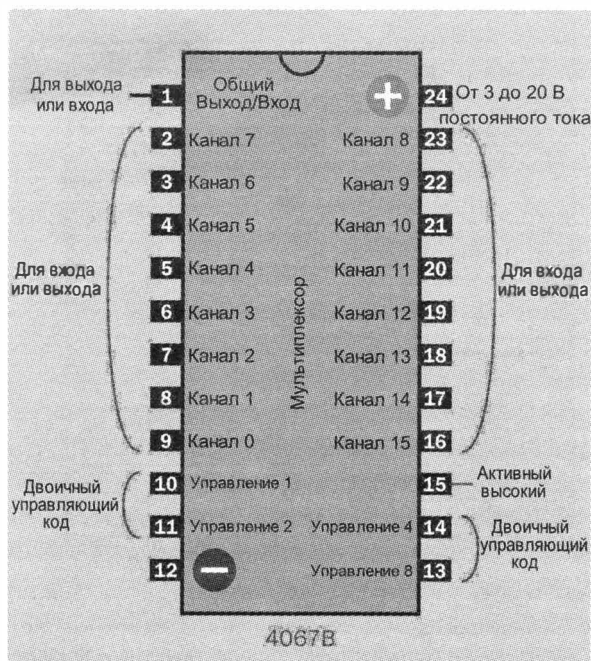

Рис. 21.3. Цоколевка микросхемы мультиплексора 4067В
На рис. 21.3 показана цоколевка микросхемы мультиплексора 4067В. Выводы управления 10, 11, 14 и 13 помечены значениями их двоичной позиции: 1, 2, 4 и 8 соответственно (в спецификации эти выводы могут быть помечены как А, В, С и D). Выводы каналов помечены как Канал 0 — Канал 15 (в спецификации эти выводы могут быть помечены как Y0 — Y15 или подобным образом).
Та же самая микросхема 4067В, функционирование которой в качестве мультиплексора мы только что рассмотрели, может также функционировать и как демультиплексор, поскольку это микросхема двунаправленная. Вот почему выводы ее каналов на рис. 21.3 обозначены «Для входа или выхода», а общий вывод (1) обозначен «Общий Выход/Вход». Мультиплексору все равно, в каком направлении через него протекает ток.